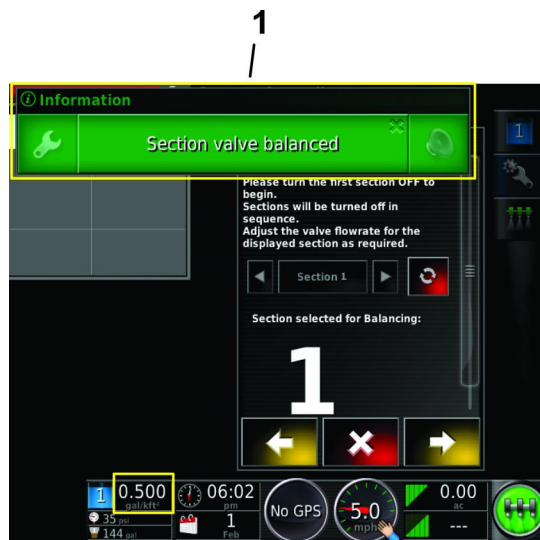

Figura 148
7. Aparecerá a mensagem “válvula de secção equilibrada” e o assistente de equilíbrio de válvulas seguirá automaticamente para a próxima válvula de secção (Figura 148).